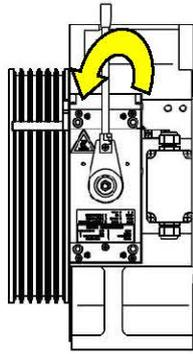

图 8-1-1 松闸手柄链接示意图
- 2) 按照 (图 8-1-1) 方法与左右制动器链接;向左或向右旋转松闸手柄 (8-1-2), 即可将制动器打开。